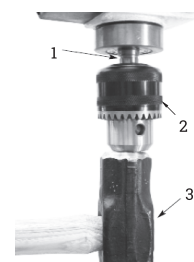

Рис. 8. Установка патрона на шпиндель
Установить патрон (2) на конус шпинделя (1) и слегка повернуть его, чтобы выпустить воздух, оставшийся между конусом и патроном. С помощью молотка (3) осторожно постучать по патрону, чтобы обеспечить его плотную посадку на шпинделе (рис. 8).